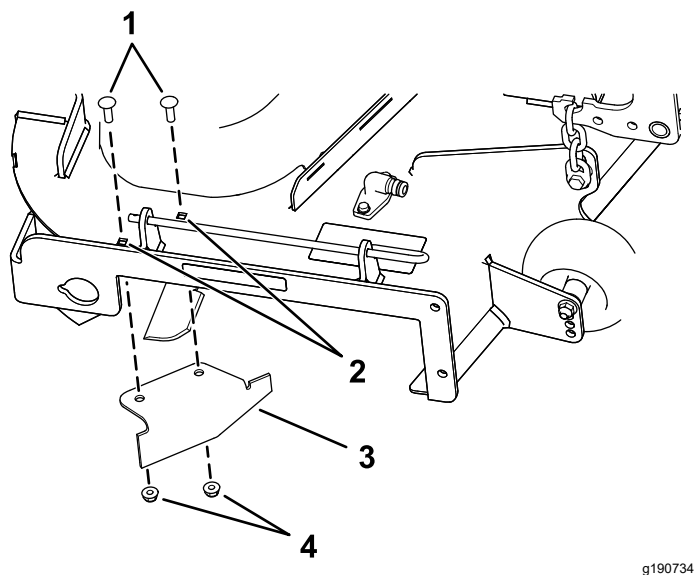

Рисунок 16
9. Найдите отсекающий дефлектор в пакете с отдельными деталями и снимите крепежные детали в задних отверстиях пластины выброса (**Рисунок 16**).